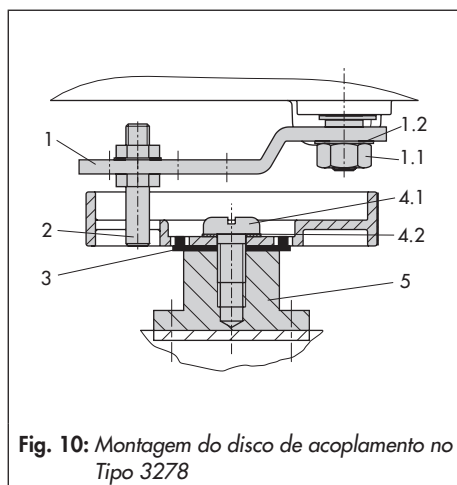

Fig. 10: Montagem do disco de acoplamento no Tipo 3278
Legenda para Fig. 10 e Fig. 11
- 3 Dispositivo de arraste (Fig. 10)